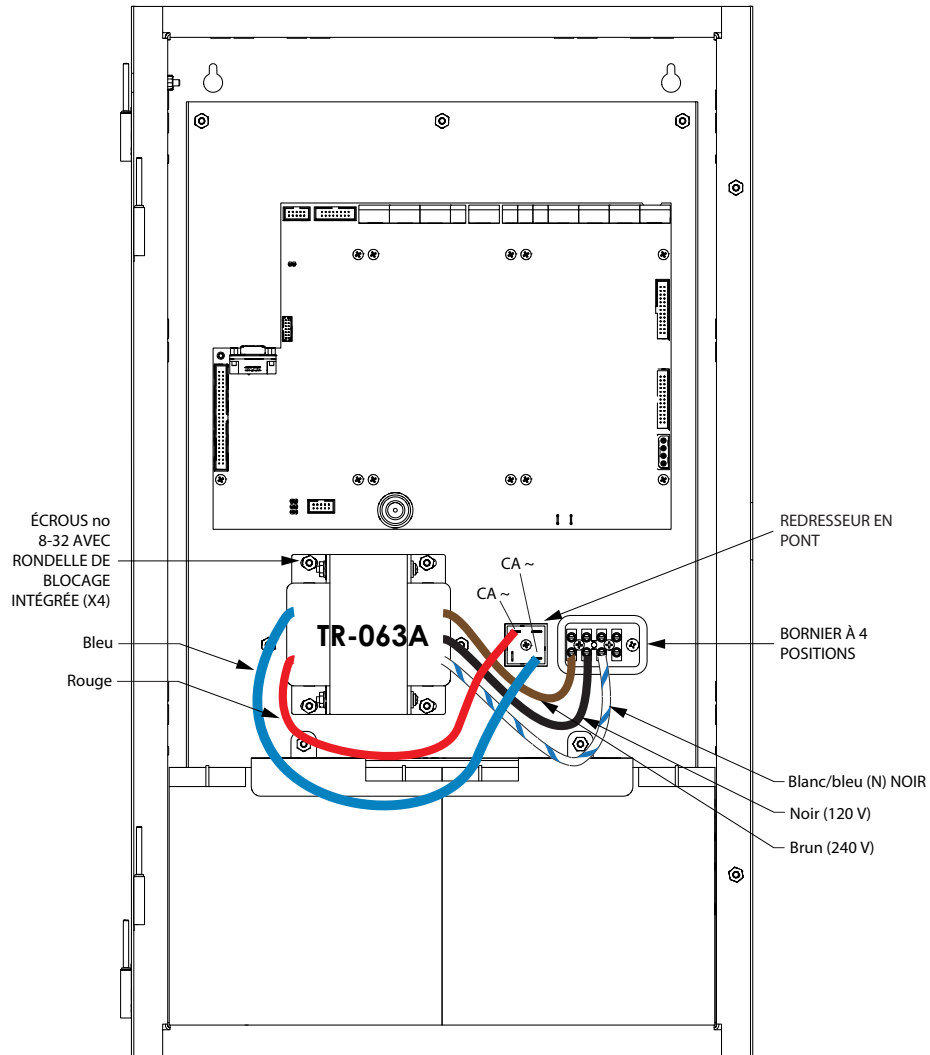

Figure 3 TR-063A dans le FX-2003-6DS-16LED
1. Débrancher l'ancien transformateur en suivant les étapes suivantes (voir figures 3 et 4 pour les emplacements des connecteurs et bornes):
Remarque: Connecter les fils aux mêmes bornes du redresseur en pont que celles auxquelles étaient connectés les fils de l'ancien transformateur. Voir les figures 3 et 4.